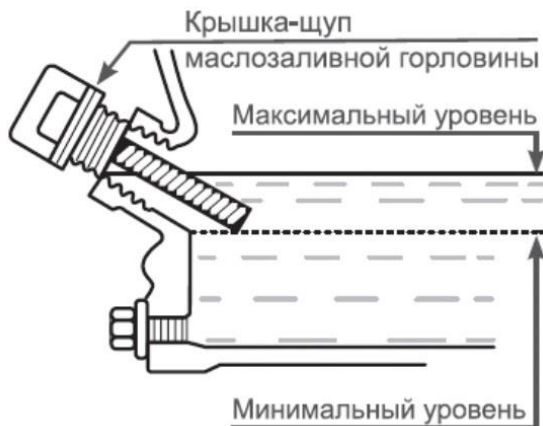

Рис. 3 Проверка уровня масла в картере
*Максимальный уровень масла в картере соответствует нижней кромке заливного отверстия (Рис. 3).*
При недостаточном уровне масла в картере необходимо долить чистое масло до верхней отметки на щупе, что соответствует нижней кромке заливного отверстия (Рис. 3).